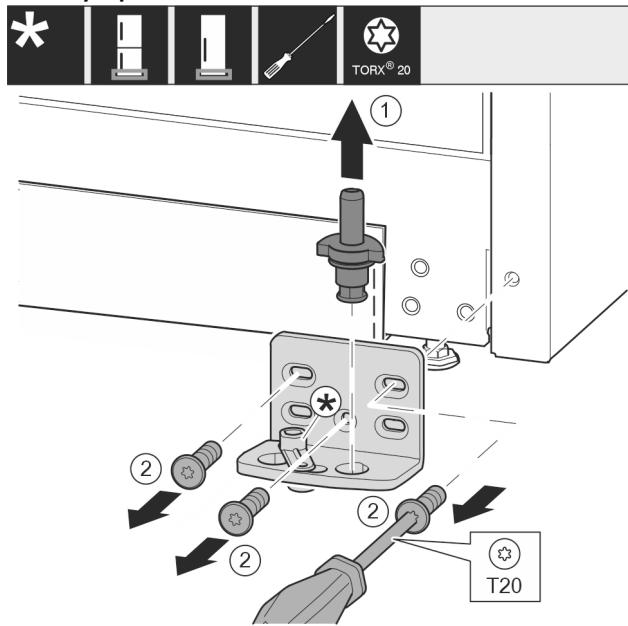

Fig. 9
- Опорный палец полностью извлеките движением вверх. Fig. 9 (1)
- Открутите винты отверткой T20 и снимите опорный кронштейн. Fig. 9 (2)